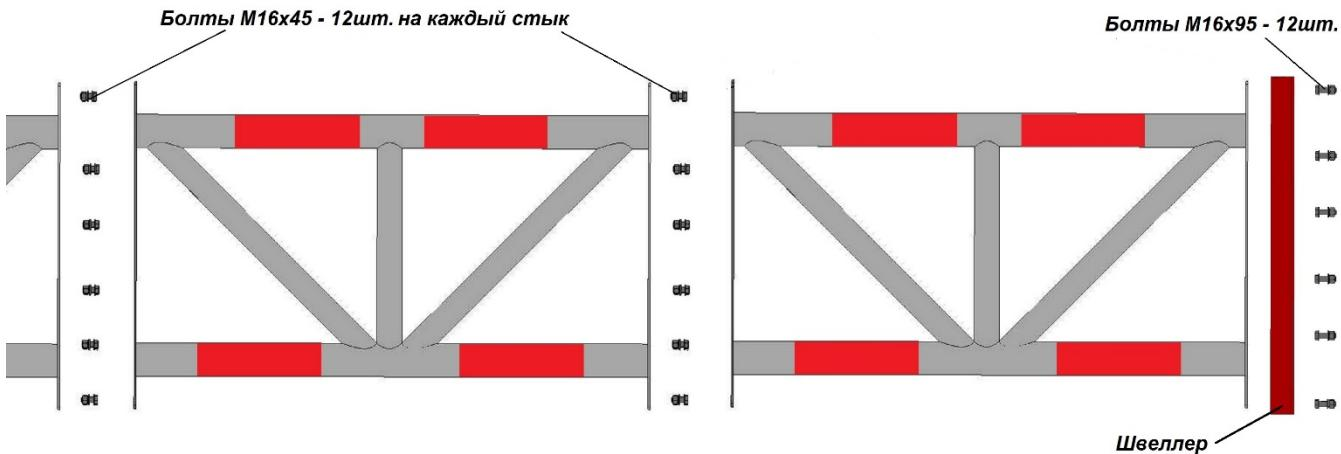

Рисунок 7
- Части стрелыстыкаются между собой фланцами и скрепляются болтами M16x45 и гайками с гровером и шайбой, усилие затяжки не менее 180 N.m. Рис.7.